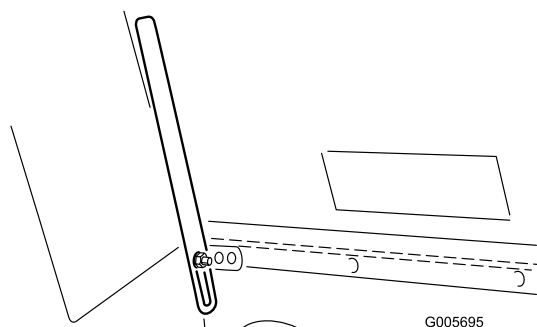

Figure 25
3. Sortez le bas de la béquille (Figure 25) de son support. Abaissez la béquille, tournez-la vers le haut, puis vers le bas pour empêcher le capot de retomber.